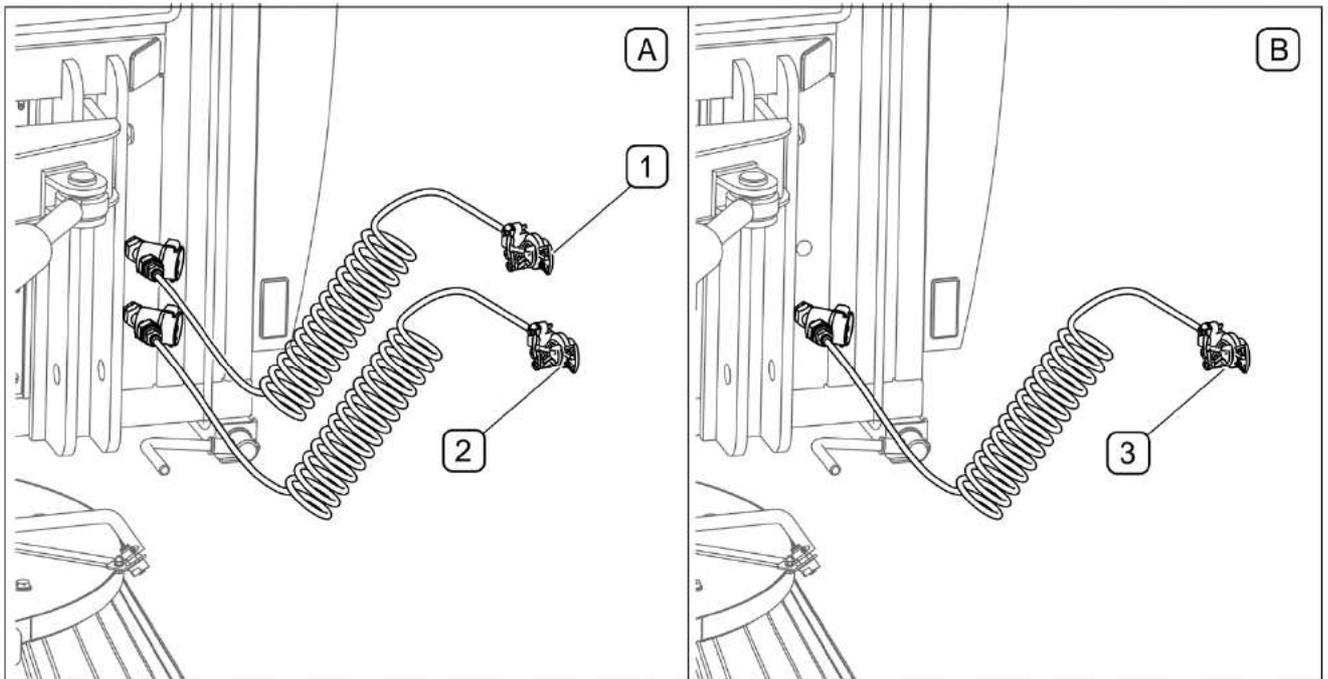

ABB. 4.5 Anschließen der Druckluft-Bremsanlage
Je nach Ausführungsversion kann die Kehrmaschine mit einer Zweikreis-Bremsanlage (A) oder einer Einkreis-Bremsanlage (B) (ABB. 4.5) ausgerüstet sein. Die Sicherheitsanschlüsse sind aus farbigen Kunststoff hergestellt. Die Farbe dieser Elemente entspricht den Farben der Anschlussdosen am Schlepper.